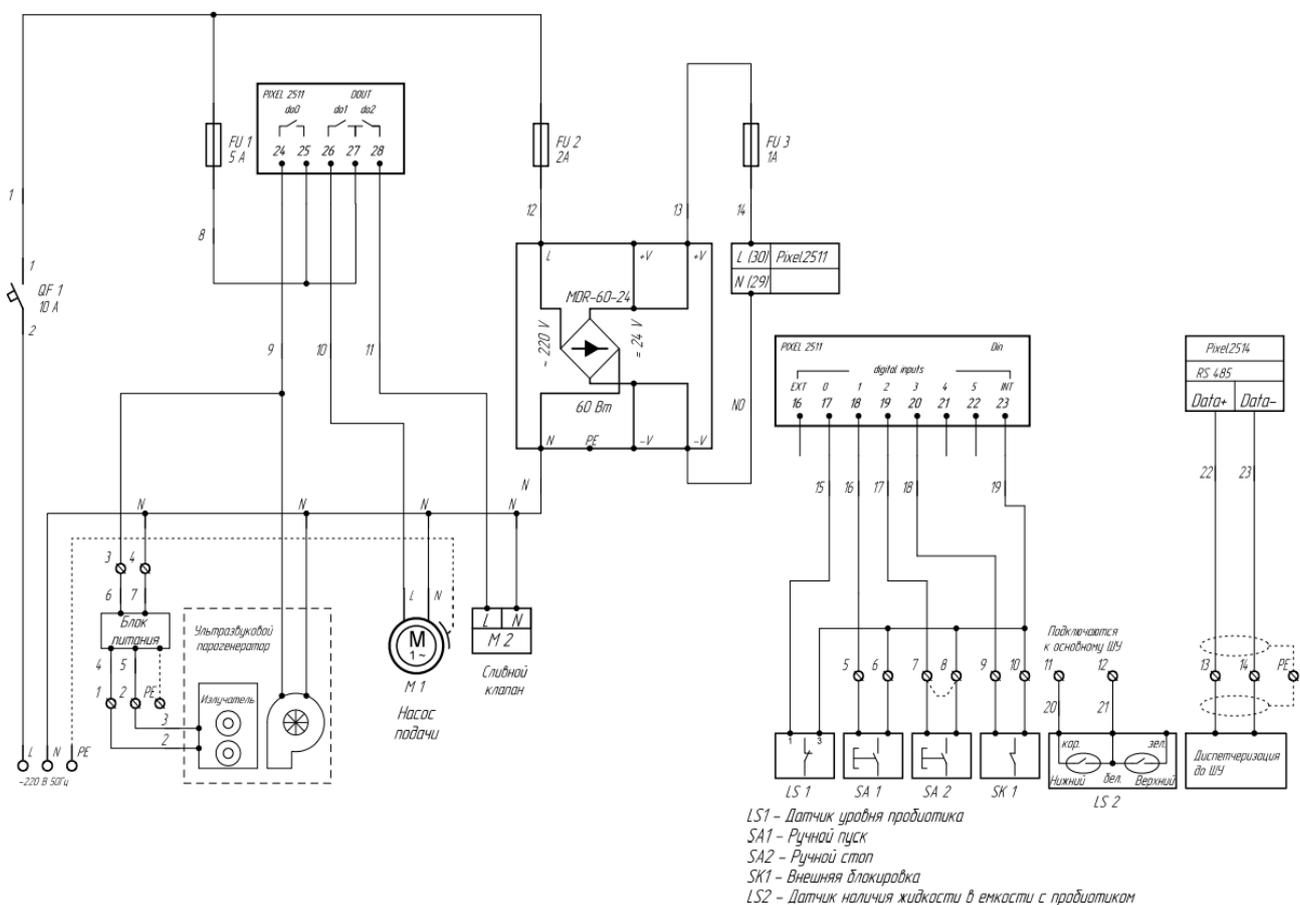
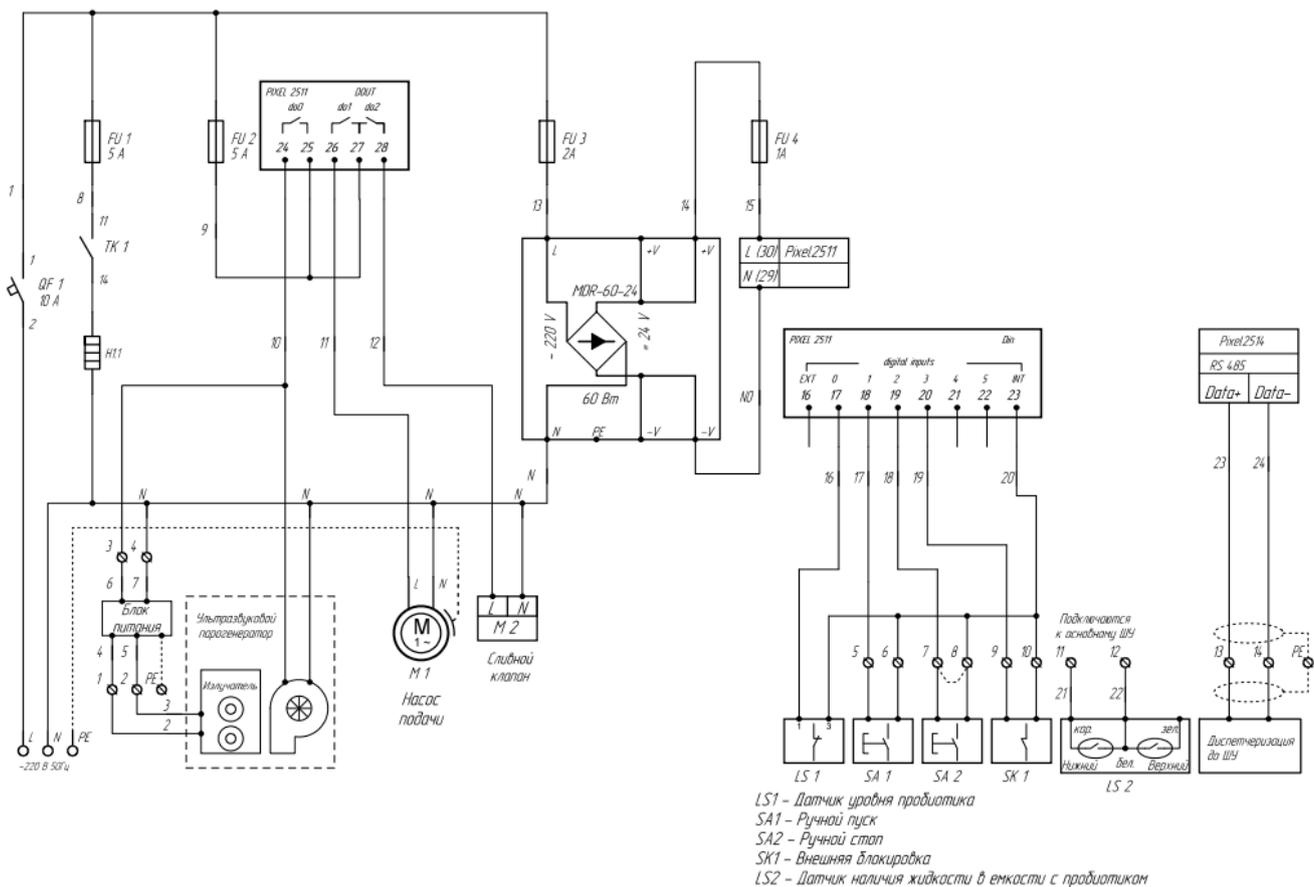

Рис.8. Схема электрических соединений блока пробиотической обработки воздуха (общепромышленное исполнение)
Рис.9. Схема электрических соединений блока пробиотической обработки воздуха (наружное исполнение)
- выполнить электроподключение в соответствии со схемой (рис.8)
Схема электрических соединений ультразвукового распылителя блока пробиотической обработки воздуха представлена на рис.8 и рис.9.